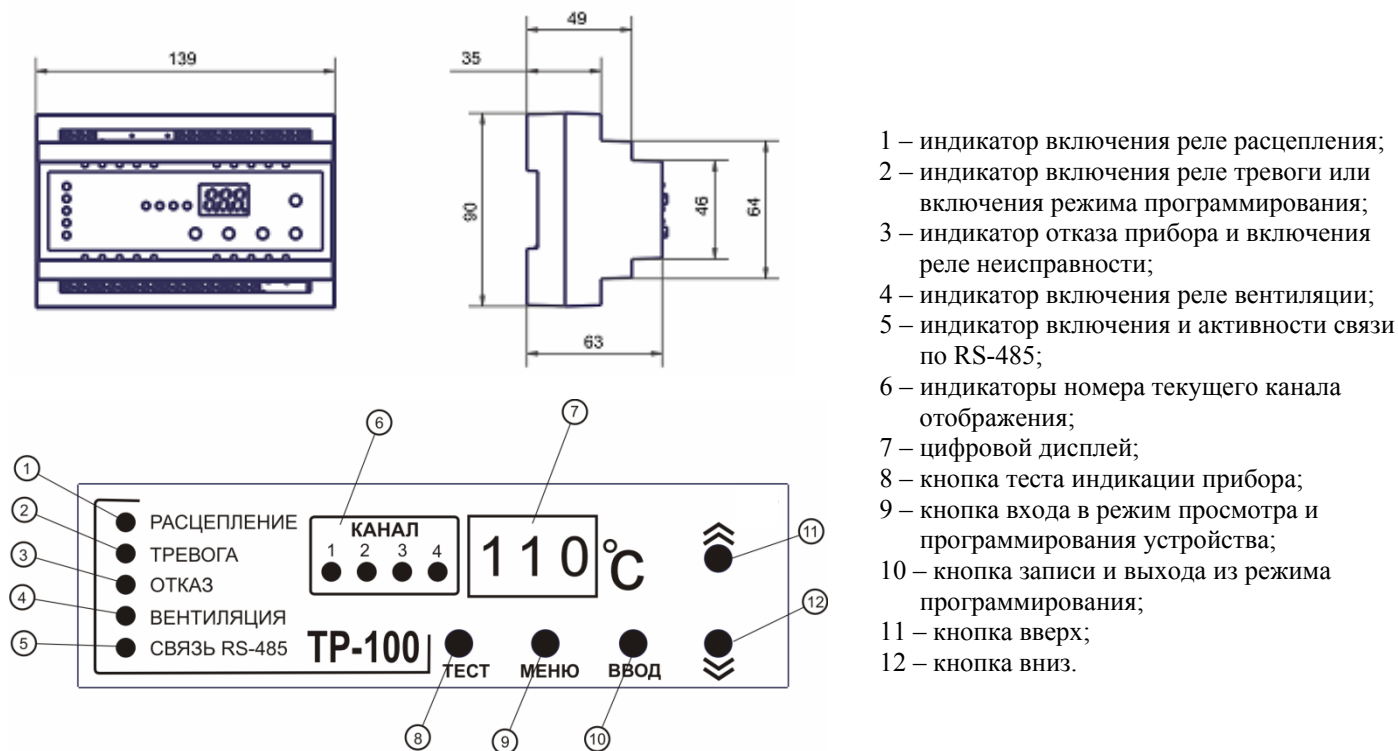

Рисунок 1 – Внешний вид и габаритные размеры
Для просмотра параметров необходимо однократно нажать кнопку , при этом включится светодиод “Отказ” (рис.1 п.3) и на дисплее отобразится первый параметр из таблицы 3. Листание параметров кнопками  , вход в параметр – кнопка , переход обратно в меню – кнопка . При отсутствии нажатий любой из кнопок в течение 20сек., OptiDin TP-100 перейдет в исходное состояние. В режиме просмотра параметров изменение параметров невозможно.
- если введенный пароль верный, включится светодиод “Тревога” (рис.1 п.2) и на дисплее отобразится первый параметр из таблицы 3.
- если параметр PAS установлен в “000” проверка пароля не осуществляется. Включится светодиод “Тревога” (рис.1 п.2) и на дисплее отобразится первый параметр из таблицы 3.
- *Режим 1* – в этом режиме температура определяется по трем датчикам 1,2,3. Как только температура одного из датчиков превысит температуру установленного порога включения вентиляции $F_{\text{ВН}}$, реле вентиляции включается с соответствующей индикацией (мигание светодиода 4 рис.1). Отключение реле вентиляции произойдет, если температура всех трех датчиков опустится ниже, чем $F_{\text{ВН}} - \Delta F_{\text{ВН}}$.
- *Режим 3* – если канал 4 включен ($c_{\text{НЧ}} = 1$ см. Таблицу 3). В этом режиме температура определяется по четвертому датчику. Как только температура датчика превысит температуру установленного порога включения вентиляции $F_{\text{ВН}}$, реле вентиляции включается с соответствующей индикацией (мигание светодиода 4 рис.1). Отключение реле вентиляции произойдет, если температура датчика опустится ниже, чем $F_{\text{ВН}} - \Delta F_{\text{ВН}}$.
Примечание: светодиод 4 (рис.1) горит, когда контроль вентиляции включен и мигает, когда температура одного из датчиков превысит температуру установленного порога $F_{\text{ВН}}$ (таблица 3)
Реле *отказ* работает в нормально замкнутом состоянии. Включается, когда прибор включен в сеть и отключается при наличии неисправности датчиков или при отключении питающей электроэнергии, а индикация неисправности включается при неполадках OptiDin TP-100 или неисправности датчиков. В случае поломки одного из датчиков температуры, подключенных к OptiDin TP-100, индикаторы “расцепление”, “тревога”, “отказ” 1,2,3 (рис.1) начинают мигать, на дисплей выводится код неисправности ($F_{\text{СС}}/F_{\text{ОС}}$), и дальнейшая работа OptiDin TP-100 зависит от установленного параметра НСТ (см. таблицу 3).